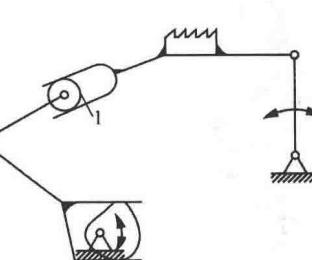

图 1-2-14 缝纫机送布机构
(6) 图 1-2-14 中，滚子 1 处有一个局部自由度，则该机构的自由度为